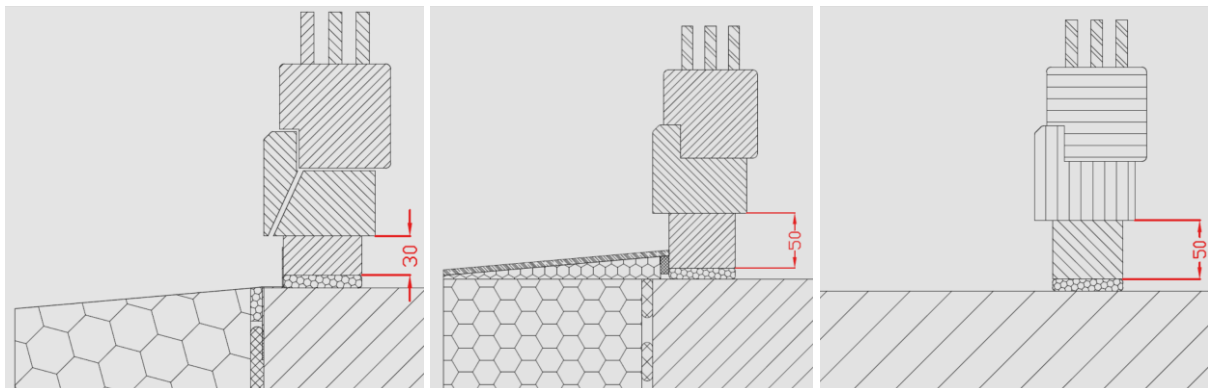

Abbildung 5: schematische Darstellung möglicher Fensteranschlussprofilhöhen
- Höhe des Fensterbankanschlussprofils (≥ 30 mm bzw. ≥ 50 mm, siehe *Abbildung 5*).